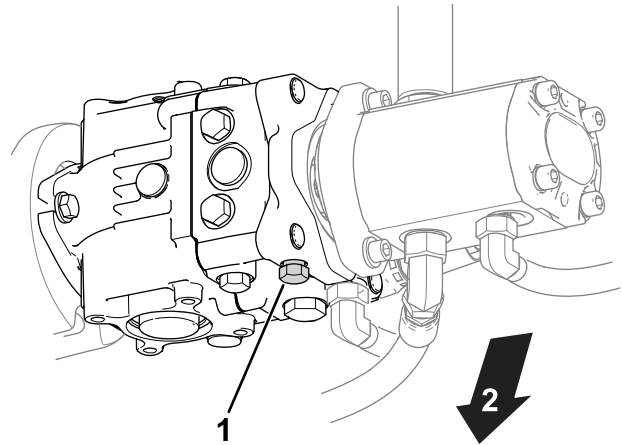

Figure 29
1. Localice la válvula de desvío en la bomba (Figure 29).